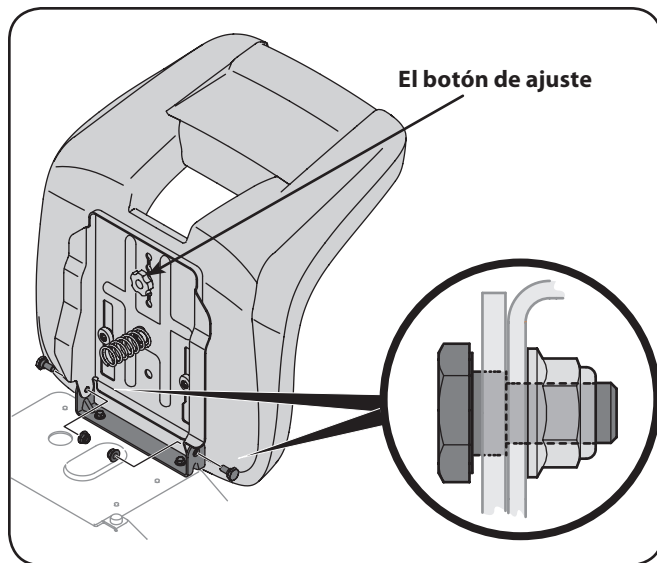

Figura 3-7
- Coloque los dos pernos con reborde que se incluyen en el paquete de elementos de ferretería y sujete con dos tuercas de seguridad. Vea la Figura 3-7.
Nota: Compruebe que el reborde del pernos quede completamente embutido en el soporte del asiento cuando sujete la tuerca de seguridad. Vea el recuadro de la Figura 3-7.